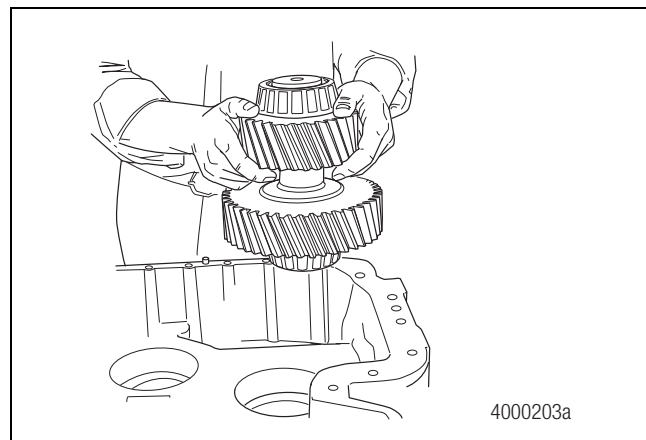

Figure 6.13
3. Placer la face intérieure du carter avant vers le HAUT, puis installer l'arbre de pignon intermédiaire simple de la boîte de transfert MTC-4213X, (ou l'arbre de sortie arrière des boîtes de transfert MTC-4208X/XP/XL et MTC-4210X/XP/XL) et l'arbre de pignon intermédiaire double (tous les modèles) dans le carter. Figure 6.13.